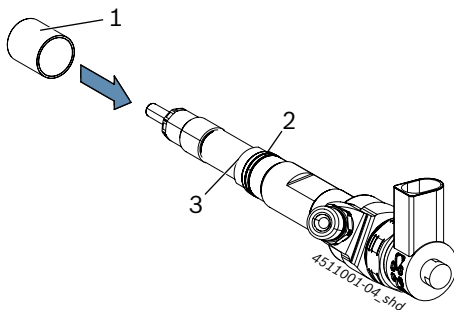

Fig. 4: Empurrar o casquilho adaptador no CRI
3. Caso seja necessário usar um casquilho adaptador, empurrar o casquilho correspondente (Fig. 4, pos. 1) até o batente (Fig. 4, pos. 3) no CRI.
- Nas etapas a seguir, observar que o casquilho adaptador deve ficar no batente (Fig. 4, pos. 3) do CRI, sem escorregar para baixo.